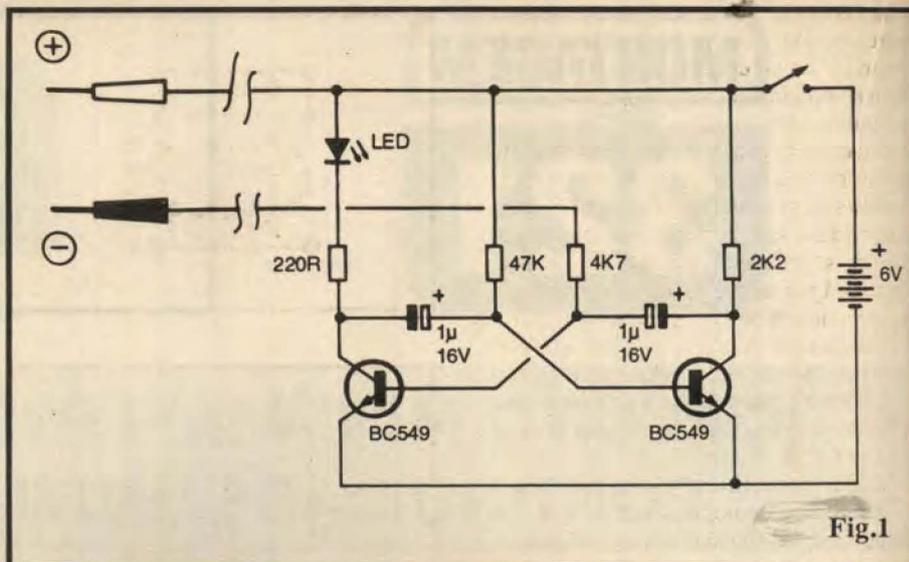

Fig.1
- **FIG. 1 - DIAGRAMA ESQUEMÁTICO DO CIRCUITO** - Os dois únicos transistores (ambos BC549, de bom ganho, portanto...) estão arranjados em oscilador simétrico, um **ASTÁVEL** no qual dois amplificadores têm suas Saídas e Entradas interligadas, de forma "cruzada", com a oscilação gerada e mantida não só por essa forte realimentação, como também pela Constante de Tempo determinada pelos capacitores (dois de 1µ) de mútuo acoplamento e valores dos respectivos resistores de polarização de **base** (47K diretamente ao **positivo** da linha de alimentação, e 4K7 fazendo tal "percurso" **através** das próprias Pontas de Prova... Notem que no ramo da **direita** do **ASTÁVEL**, como a saída do respectivo transistor **não tem** que excitar nenhum indicador, um simples resistor de 2K2 promove a **carga de coletor**... Já no ramo da **esquerda**, o transistor aciona o LED indicador, através do resistor limitador de 220R... A alimentação fica em 6V (valor que **não deve** ser modificado, sob pena de se desestruturar todos os parâmetros do circuito, com o que resistores e capacitores teriam que ser recalculados, etc.), oferecidos por 4 pilhas pequenas, que durarão bastante, já que o consumo de Corrente, com o dispositivo ligado, porém com as Pontas de Prova "em aberto", não passa de aproximadamente 2 mA (a propósito, a máxima Corrente entre as próprias Pontas de teste, nunca ultrapassará um valor de pouco mais de 1 mA, dando máxima segurança na utilização em testes de componentes "delicados", conforme já foi dito...). Com os valores calculados especificamente para todos os componentes envolvidos (e mesmo considerando as eventuais "larguezas" das respectivas tolerâncias...), com as Pontas de Prova "em aberto" (eletricamente *separadas*